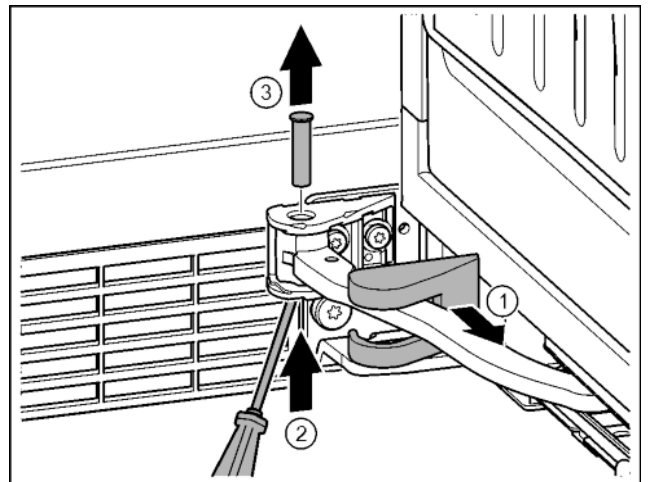

Fig. 17
- ▶ Retirer le cache du support de palier et le déplacer le long de l'articulation. Fig. 17 (1)
- ▶ Soulever par le bas le boulon avec un doigt ou un tournevis. Fig. 17 (2)
- ▶ Placer le tournevis sous la tête du boulon et le sortir. Fig. 17 (3)